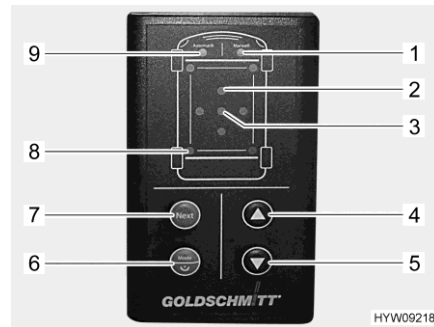

Fig. 43 Elemento di comando (piedini di stazionamento idraulici)
Quando la pendenza del veicolo è troppo elevata, il LED rosso "Inclinazione" (Fig. 43,2) lampeggia. Scegliere posizioni di sosta idonee; qualora non siano adatte, l'utilizzo dei piedini di stazionamento è a proprio rischio e pericolo.
Se a causa di un avvallamento del terreno viene raggiunta la lunghezza massima di uno dei piedini di stazionamento estratti, i LED "Funzionamento manuale" (Fig. 43,1) e "Modalità automatica" (Fig. 43,9) lampeggiano tre volte. In tal caso, chiudere i piedini di stazionamento, posizionare un supporto sotto il piedino interessato e ripetere la procedura.
- Tenere premuto per più di 1 secondo il tasto "On/Off/modalità di funzionamento" (Fig. 43,6). Dopo l'accensione, viene emesso un segnale acustico e il LED "Modalità automatica" (Fig. 43,9) si attiva.
- Premere brevemente il tasto "On/Off/modalità di funzionamento" (Fig. 43,6). La modalità di funzionamento può essere impostata su funzionamento manuale o modalità automatica. Il LED corrispondente (Fig. 431 o Fig. 43,9) si illumina.
- Premere il tasto "Apertura" (Fig. 43,5). La procedura di regolazione viene eseguita autonomamente. I LED "Piedino di stazionamento" (Fig. 43,8) lampeggiano quando i piedini di stazionamento sono in movimento.
Se il veicolo è dotato di puntelli ribaltabili: Il movimento dei piedini di stazionamento si arresta dopo che questi sono stati ribaltati per consentire di posizionare sotto un supporto. Il LED "Modalità automatica" (Fig. 43,9) lampeggia rapidamente.
- Premere di nuovo il tasto "Apertura" (Fig. 43,5). La procedura di regolazione prosegue.
- Premere il tasto "Chiusura" (Fig. 43,4). I piedini di stazionamento si ritraggono completamente. I LED "Piedino di stazionamento" (Fig. 43,8) lampeggiano quando i piedini di stazionamento sono in movimento.
- In modalità automatica, premere brevemente il tasto "On/Off/modalità di funzionamento" (Fig. 43,6). Il LED "Funzionamento manuale" (Fig. 43,1) si illumina.
- Prestare attenzione ai LED "Inclinazione" (Fig. 43,2). Se un LED è illuminato, significa che il veicolo deve essere sollevato in corrispondenza del lato indicato.
- Premere il tasto "Next" (Fig. 43,7) fino a quando viene selezionato il paio di piedini di stazionamento desiderato. I relativi LED "Piedino di stazionamento" (Fig. 43,8) si illuminano.
- Premere il tasto "Chiusura" (Fig. 43,4) o "Apertura" (Fig. 43,5) fino al raggiungimento della posizione desiderata.
- Premere di nuovo il tasto "Next" (Fig. 43,7) fino a quando viene selezionato un altro paio di piedini di stazionamento. Proseguire con la procedura fino al completo allineamento del veicolo. Il veicolo è allineato quando il LED verde "Posizione ok" (Fig. 43,3) si illumina.
- Premere contemporaneamente i tasti "On/Off/modalità di funzionamento" (Fig. 43,6), "Apertura" (Fig. 43,5) e "Chiusura" (Fig. 43,4) e tenerli premuti per 3 secondi.
- Dopo la conferma acustica e l'illuminazione del LED "Posizione ok" (Fig. 43,3), rilasciare i tasti. La posizione viene salvata come Posizione ok.